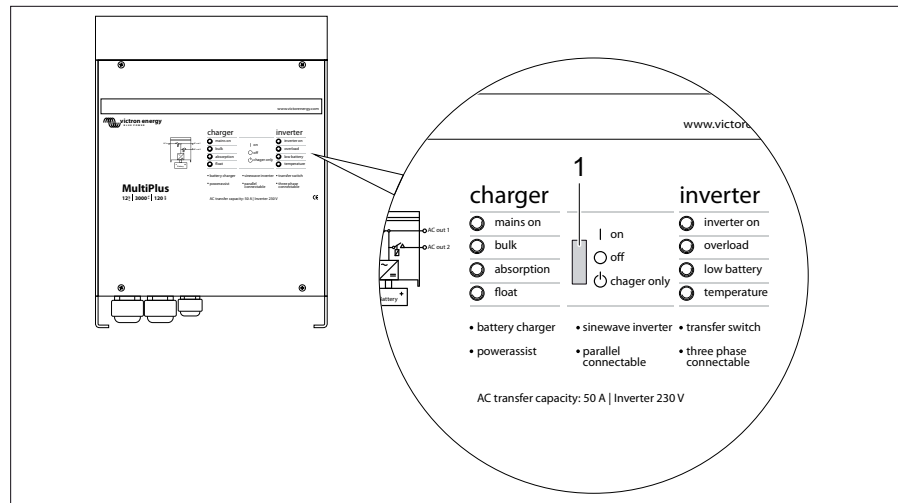

Bild 225 Wechselrichter MultiPlus
Zur ordnungsgemäßen Funktion des Digital Multi Control Panels muss der Kippschalter am Wechselrichter MultiPlus (Bild 225,1) auf "on" stehen.
Stellungen des Kippschalters (Bild 225,1)
- ▷ Liegt kein 230-V-Anschluss an und das Fahrzeug wird länger nicht benutzt, muss der Kippschalter (Bild 225, 1) auf "off" stehen. Ansonsten kann es sein, dass die Batterien nach spätestens 3-4 Tagen leer sind.